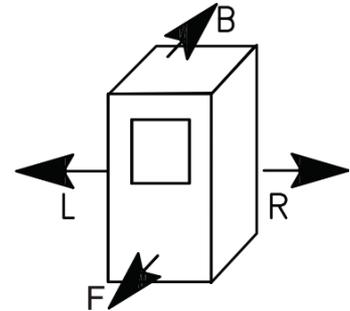

Fig. 1
- Il termocaminetto nella versione a una o due serpentine può essere installato su impianti a vaso chiuso SE laserpentina viene utilizzata esclusivamente per il raffreddamento, collegando una valvola di scarico termico optional (vedi fig. 1).
## DISTANZE DI SICUREZZA (fig. 1)
Parti ignifughe del rivestimento (travi o cornici) non devono presentare parti a contatto con il termocaminetto ma distanziate almeno di 1-2 cm per consentire un flusso d'aria che impedisca accumulo di calore (vedi fig. 1/a).
E' bene areare l'interno della controcapa consentendo un ingresso d'aria dal basso (spazio tra il portello e la trave), che per moto convettivo uscirà attraverso una griglia da installare in alto, ottenendo così recupero di calore e evitando eccessivi surriscaldamenti (vedi fig. 1/a).